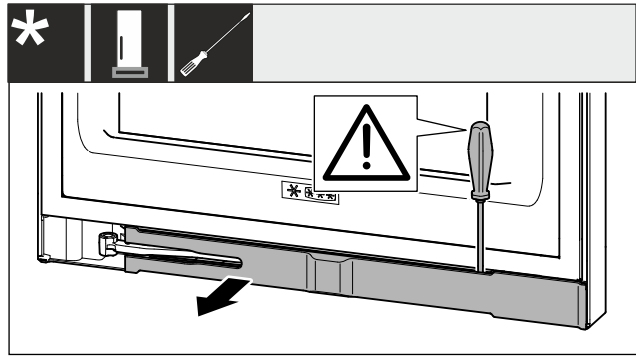

Fig. 3
- ▶ Paneel met een platte schroevendraaier ontgrendelen en opzij draaien Fig. 3 ()